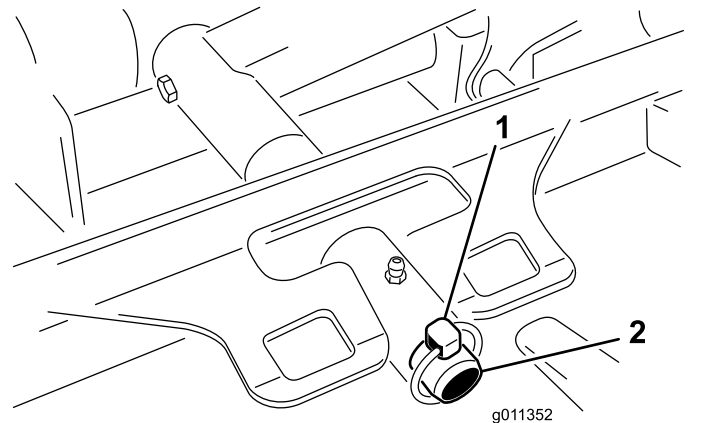

Figure 87
3. Retirez la goupille à anneau (Groundsmaster 4500) ou l'écrou de retenue (Groundsmaster 4700) qui fixe le bâti porteur de l'unité de coupe à l'axe de pivot du bras de levage (Figure 87).
2. Glissez le bâti porteur de l'unité de coupe sur l'axe de pivot de bras de levage (Figure 87). Fixez l'unité de coupe sur l'axe à l'aide de la goupille à anneau (Groundsmaster 4500) ou de l'écrou de retenue (Groundsmaster 4700).